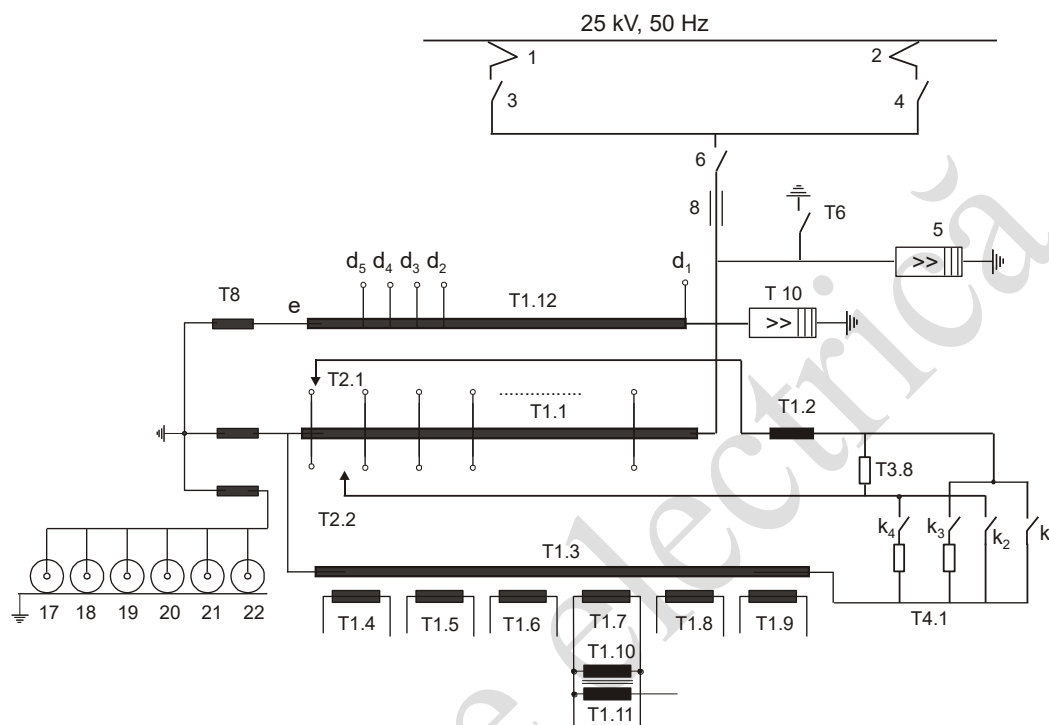

Figura 1. Circuitele de înaltă tensiune de pe LE060.
În centrul sălii mașinilor este amplasat ansamblul transformator construit ca o singură unitate care conține printre altele transformatorul principal T1, culegătoarele de înaltă tensiune T2.1 și T2.2, graduatorul T3, rezistența de trecere T4 (Figura 1).
întrerupătorul principal 6 (disjunctur) și izolatorul de trecere prin acoperiș 8 (Figura 1).
Fiecare motor de tracțiune de pe locomotiva electrică este alimentat cu energie electrică de la o înfășurare secundară T1.4. $\div$ T1.9 a transformatorului de tracțiune. Reglarea turației motoarelor de tracțiune, deci reglarea vitezei locomotivei, se face prin reglarea tensiunii de alimentare a motoarelor de tracțiune (40 trepte prin transformator reglaj) plus 3 trepte de reglaj prin subexcitarea înfășurărilor inductoare. Motoarele de tracțiune sunt alimentate în curent ondulat obținut prin redresoarele cu diode în punte S1.12 $\div$ S6.12 și filtrat prin selfurile de aplatizare 16.1 $\div$ 16.6. Circuitele de forță ale motoarelor de tracțiune împreună cu redresoarele și aparatajul electric pentru conectare-deconectare se grupează pe blocuri notate cu S1 $\div$ S6, câte unul pe fiecare motor (în Figura 1 este prezentat blocul S4).
- circuitele motoarelor în regim de tracțiune (Figura 1).